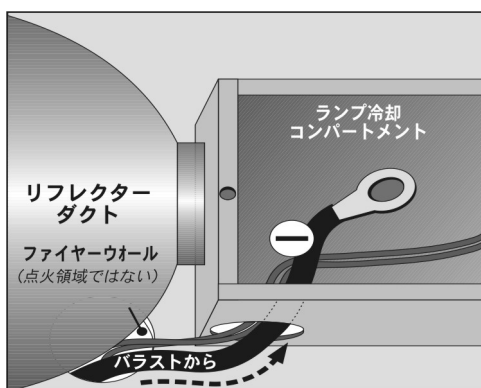

図 2-11 黒色リード線をコンパートメントに通す
- ・ マイナス (-) の黒色ランプリード線を冷却コンパートメントの床部にある穴に通します。端末「5」および PCB の点火器のワイヤもまた、ここに配線されます（図 2-11）。